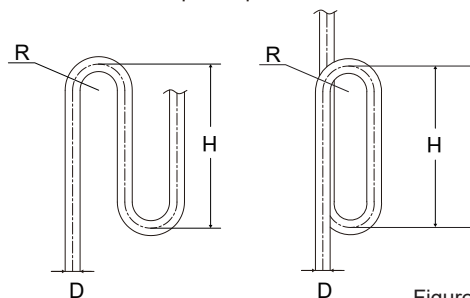

Figure 4.8
- Lorsque l'unité extérieure est située au-dessus de l'unité intérieure et que le dénivelé dépasse 20 m, il est recommandé de prévoir un coude de retour d'huile tous les 10 m sur le tuyau de gaz de la tuyauterie principale. Les spécifications recommandées pour le coude de retour d'huile sont illustrées à la Figure 4.8.
- Exigence 3** : le plus grand dénivelé entre l'unité intérieure et l'unité extérieure ne doit pas dépasser 110 m (si l'unité extérieure est au dessus) ou 110 m (si l'unité extérieure est en dessous). De plus : (i) Si l'unité extérieure est au-dessus et que le dénivelé est supérieur à 20 m, il est recommandé de prévoir un coude de retour d'huile ayant les dimensions spécifiées à la Figure 4.8 tous les 10 m dans le tuyau de gaz du tuyau principal ; et (ii) que la différence de niveau est supérieure à 50 m (l'unité extérieure est au-dessus) ou 40 m (l'unité extérieure est en-dessous), le tuyau de liquide du tuyau principal (L1) doit être augmenté comme indiqué dans le Tableau 4.7.